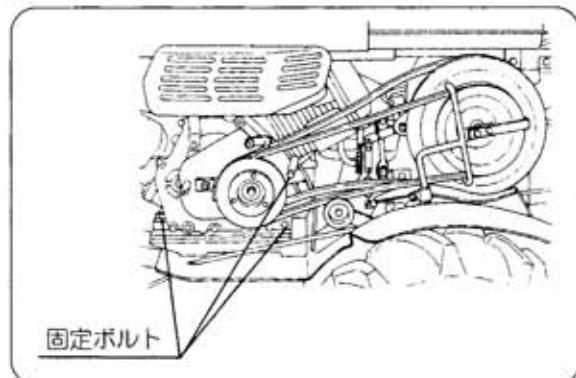

図43
- ⑥ ベルトの摩耗が著しいときや破損しているときは、ベルトを交換してください。交換するときは、LA-40 2本 LB-38 1本を同時に交換してください。（図43）
- ⑦ 調整が終わったらエンジンの固定ボルトを確実に締付け、ベルトカバーを必ず取付けてください。